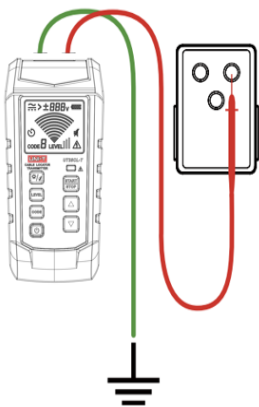

Abbildung 7.1.1a **Richtige Verbindung der unabhängigen Erdung**
2. Verbinden Sie den Steckdosenwandler mit der Steckdose, und verbinden Sie die rote Messleitung mit der stromführenden Leitung (auf der Lastseite des Systems). Das Signal wird nur zwischen der Stromversorgung und der mit dem Sender verbundenen Lastseite erzeugt. Wie in Abbildung 7.1.1a dargestellt.